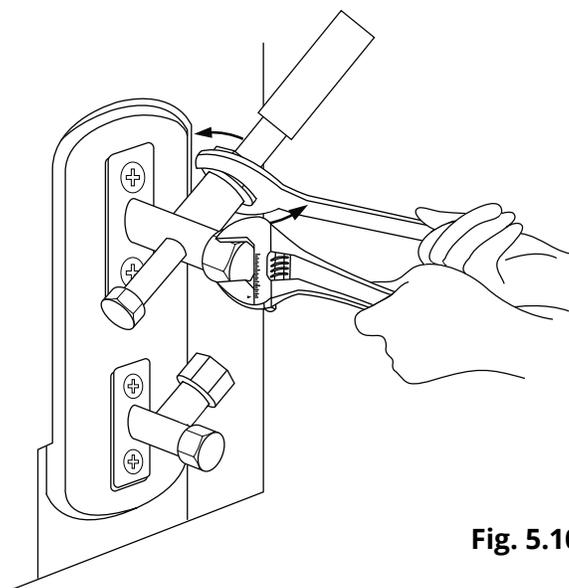

Fig. 5.10
4. À l'aide d'une clé à molette, serrez la vanne. Ne serrez pas l'écrou qui assure l'étanchéité de la vanne de service. (Voir **Fig. 5.10**)